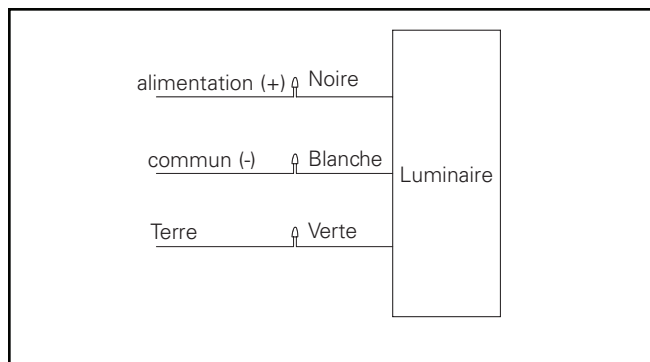

Figure 4.
3. Retirez les (2) vis du couvercle pour accéder aux câbles.
5. Desserrez les (3) vis d'ajustement pour fixer le luminaire dans la position et la direction souhaitées; resserrez les (3) vis d'ajustement à un couple de 1,13 Nm (10 po-lb).
7. Raccordez les fils conformément au schéma de câblage et poussez les raccordements dans le compartiment de jonction. (Figure 4).
8. Remplacez la plaque de recouvrement et resserrez les (2) vis du couvercle à un couple de 1,7 Nm (15 po-lb).